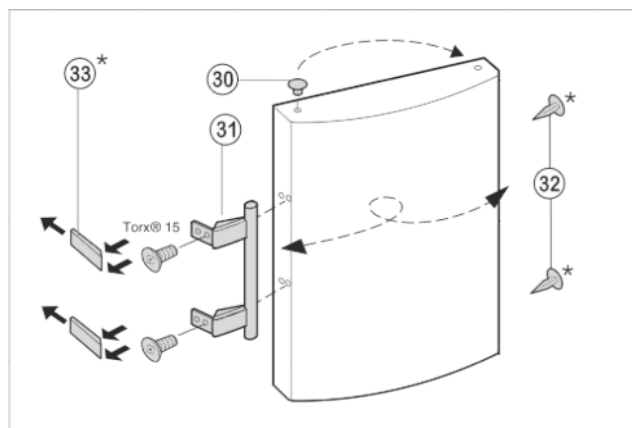

Fig. 7
- ▶ Vyměňte zátky Fig. 7 (30) z pouzdra ložisek dveří a přemístěte je.
- ▶ Madlo dveří Fig. 7 (31), zátky Fig. 7 (32) a krycí desky Fig. 7 (33) odmontujte a přemontujte na protější stranu.